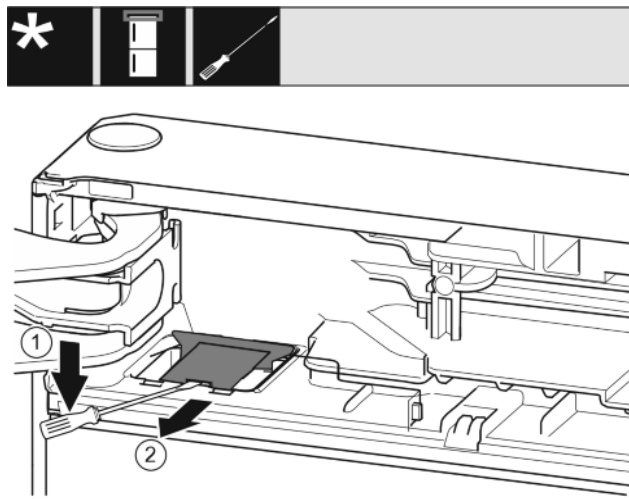

Fig. 8
- Pattintsa ki a fedelet lapos csavarhúzóval, és emelje fel. Fig. 8 (1)
- Vegye ki a fedelet. Fig. 8 (2)